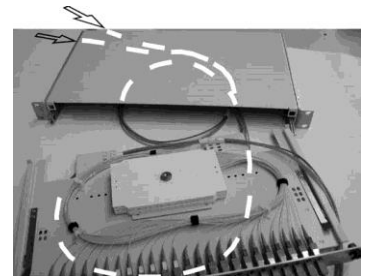

Bild 19
- Kabeleinführung im 45°-Winkel schräg von außen / von der Seite: Das GF-Kabel ist auf der gegenüber liegenden Seite, auf der die Aderpigtails in die Spleißkassetten münden, in die Schublade einzuführen (siehe Bild 19).